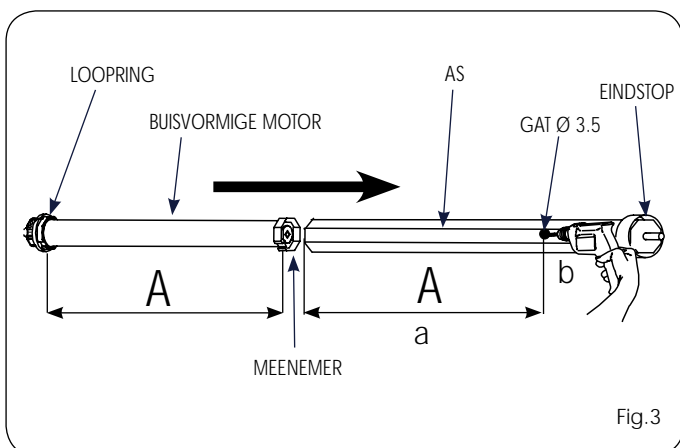

Fig.3
1) Boor een gat met een boorpunt van $\varnothing 3$ mm in de as (Fig.3 ref.b) op de afstand A (Fig.3 ref.a), zie tabel 1.